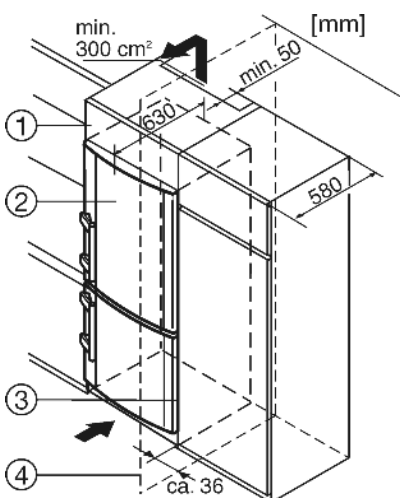

Fig. 10
Устройство может быть окружено предметами кухонной обстановки. Чтобы уравнять устройство Fig. 10 (2) по высоте с кухонной стенкой, можно установить над устройством соответствующий дополнительный шкафчик Fig. 10 (1).
При комбинировании с обычными кухонными шкафами (глубина макс. 580 мм) устройство можно установить непосредственно рядом с кухонным шкафом Fig. 10 (3). Дверца устройства выступает по сторонам на 34 мм и по центру устройства на 50 мм относительно передней стенки кухонного шкафа. Поэтому ее можно свободно открывать и закрывать. Важно для вентиляции:
Если устройство установлено на шарнирах у стены Fig. 10 (4), то расстояние между устройством и стеной должно быть не менее 36 мм. Настолько выступает ручка при открытой дверце.